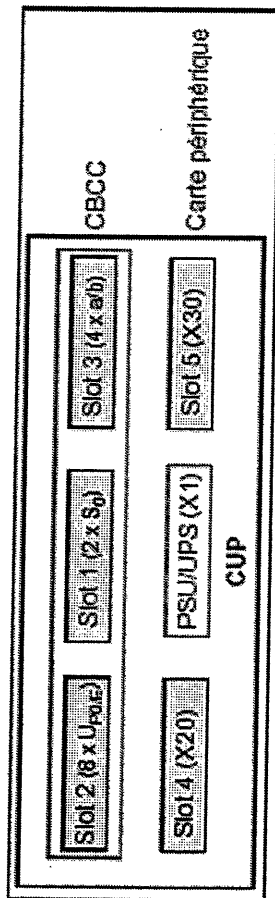

Figure 3-10 Fond de panier CUP (S30777-Q0751-X)
- CUP (Connection Unit Point) S30777-Q0751-X (figure 3-10) - pour montage dans HIPath 3350 (boîtier mural)